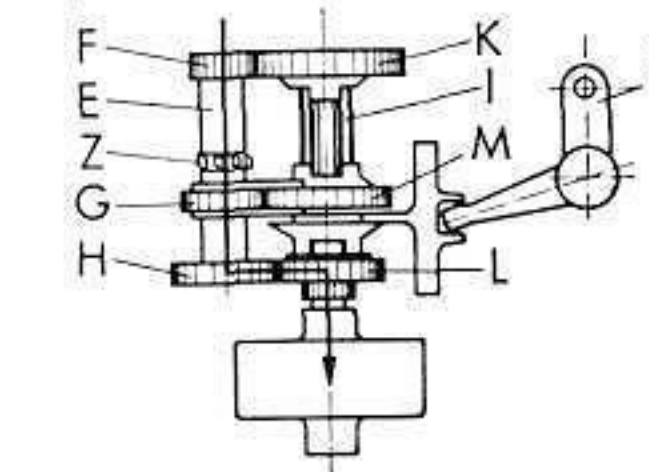

Abb. 15 Schema des Antriebes
11. Getriebe: Das vom Motor erzeugte Drehmoment wird zunächst durch die Kupplung auf die Hauptwelle E des Dreiganggetriebes übertragen, um von dieser unter Zwischenschaltung der jeweils geschalteten Geschwindigkeitsstufe über die Vorgelege- oder Keilwelle J auf den Kegelradantrieb U bzw. das Hinterrad weitergeleitet zu werden. In der Abbildung 15 ist die Wirkungsweise des Getriebes schematisch dargestellt. A bezeichnet die in das Schwungrad B eingebaute Kupplung und C die Kurbelwelle, auf der noch das Kettenrad D für den Antrieb der Steuerwelle sitzt. Auf der bei eingekuppelten Motor sich ständig drehenden Hauptwelle E sind zwei festsitzende Zahnräder F und H angeordnet, die in ständigem Eingriff mit den auf der Vorgelegewelle J frei drehbaren Zahnrädern K und L stehen, sich aber infolge ihrer verschiedenen Größe mit verschiedener Geschwindigkeit drehen. Auf der Vorgelegewelle sitzt ferner ein in deren Keilnuten verschiebbares und nur mit der Welle zusammen drehbares Zahnrad M, das auf seinen beiden Stirnseiten mit Kupplungsklauen versehen ist, durch die es je nach seiner Verschiebung mittels des vom Schalthebel durch eine Zwischenstange betätigten Hebels N nach vorn oder hinten mit den Kupplungsklauen der Zahnräder K und L in Eingriff gebracht werden kann, so daß es von diesen sich durch die Hauptwelle E ständig drehenden Rädern mitgenommen wird und seinerseits die Welle J antreibt.
Beim Einschalten des ersten oder kleinen Ganges durch die von dem Hebel N bewegte Schaltgabel N1 (Abb. 15 a) werden die Klauen des auf der Keilwelle J angeordneten Schieberades M mit den Klauen des sich verhältnismäßig langsam drehenden Rades K in Eingriff gebracht, so daß sich die Übertragungswelle J mit niedriger Geschwindigkeit dreht.
Hierbei dreht sich das auf der Hauptwelle angeordnete und gleichzeitig mit dem Zahnrad **M** verschobene Rad **G** frei auf der Hauptwelle **E**. Beim zweiten oder mittleren Gang (Abb. 15c) greift das Zahnrad **G** des Schieberräderpaares durch die in seiner Nabe angeordneten Klauen in die hierfür vorgesehenen Keilnuten **Z** der Hauptwelle **E** ein, so daß die letztere die Vorgelegewelle **J** über das Schieberräderpaar **G** und **M** antreibt. Beim dritten oder großen Gang wird das Schieberräderpaar soweit nach rückwärts verschoben, daß die Klauen des Zahnrades **M** mit den Klauen des sich schnell drehenden Zahnrades **L** (Abb. 15 e) in Eingriff kommen, wodurch der Welle **J** eine hohe Geschwindigkeit erteilt wird. Zwischen dem 1. und 2. Gang und auch zwischen dem 2. und 3. Gang befinden sich die Leergangstellungen (Abb. 15 b und d), bei denen die Klauen der beiden Schieberäder außer Eingriff sind. Der in den Abbildungen eingezeichnete starke Pfeil zeigt den Verlauf der Kraftübertragung in den einzelnen Geschwindigkeitsstufen.